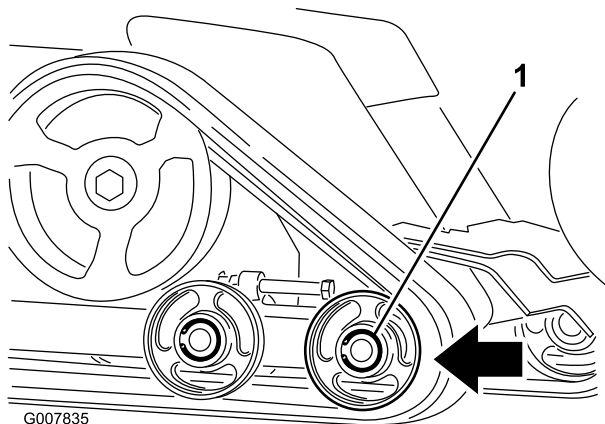

Figura 47
6. Spingete indietro la ruota anteriore non motrice quanto più possibile (Figura 47).
8. Dopo avere liberato il cingolo dalla ruota non motrice, toglietelo dalla macchina (Figura 47).
9. Avvolgete il cingolo nuovo sulla ruota, iniziando dalla ruota motrice e controllando che i denti del cingolo si posizionino tra i distanziali della ruota (Figura 47).
10. Spingete il cingolo sotto le ruote non motrici (Figura 47).